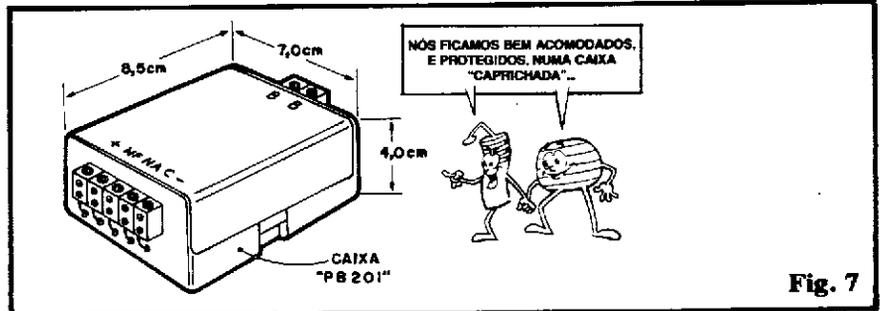

Fig. 7
- FIG. 7 - O "ambiente" onde normalmente o MP-18 será instalado, é inóspito, agressivo e insalubre... Carros ou motos constituem, infelizmente, o **pior** lugar para qualquer circuito eletrônico, devido a uma série de inevitáveis fatores: umidade, vibração, variações térmicas extremas, poeira, fluídos solventes e o diabo! Assim, mais do que nunca, uma consistente proteção deve ser dada ao circuito, na forma de um **container** apropriado e bem instalado... A figura dá uma sugestão básica (mesmo que o Leitor/"Aluno" pretenda dar um toque pessoal à "coisa", não convém "fugir" muito da disposição ilustrada), usando-se uma caixa padronizada "Patola", mod. PB201, cujas dimensões "batem" direitinho com o tamanho da placa/componentes... Observem a disposição das duas barras de conectores externos, bem como a sua